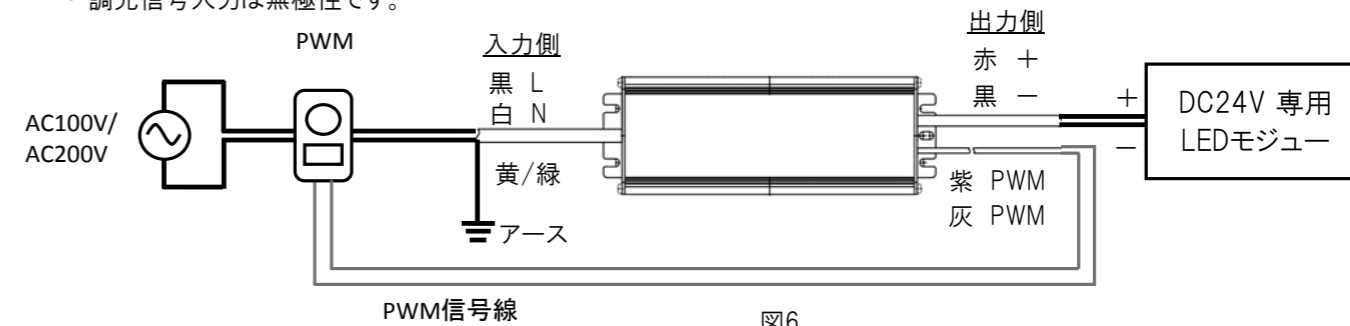

図6
■ 1台の調光器で1台の電源を調光制御する場合の接続(図6を参照ください)